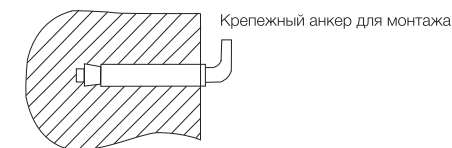

Рис. 5
- После выбора места монтажа определите места под два крепежных болта с крюками (в зависимости от спецификаций выбранного изделия). Прорежьте в стене два отверстия необходимой глубины с помощью сверла размером, соответствующим размеру крепежных болтов, вставьте винты, поверните крюк вверх, плотно затяните гайки, а затем установите на него электрический водонагреватель (см. рис. 5).